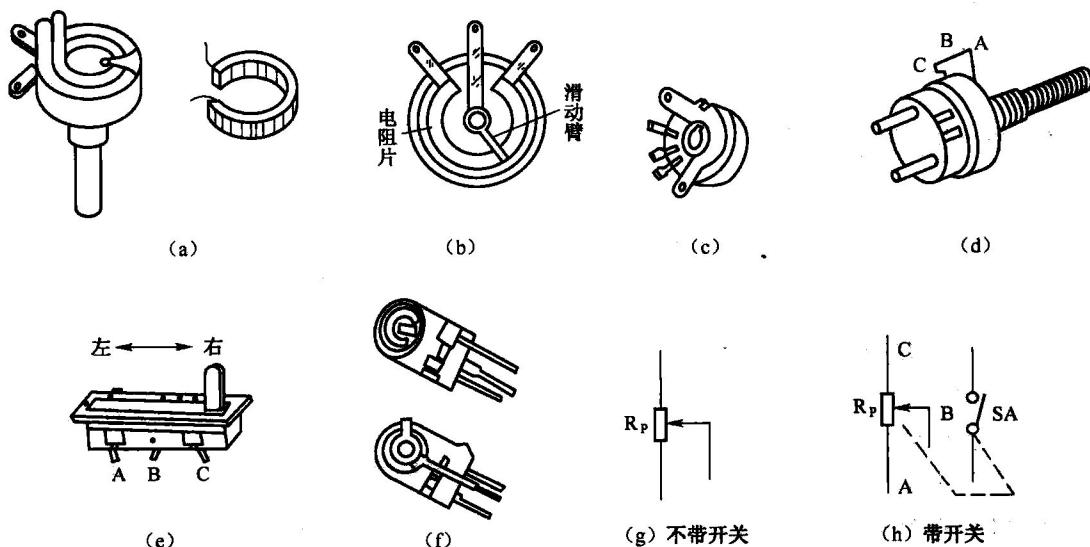

图 1-5 电位器的外形及电路符号
可变电阻又称为电位器，在电路图中不带开关的电路符号如图 1-5 (g) 所示，带开关的电路符号如图 1-5 (h) 所示。图中仍用长方块表示电阻体，两端的短线表示电阻体两端的引出焊片，
可变电阻的外形如图 1-5 (a)~(f) 所示。电位器在电路图中常用字母“RP”（旧标准用“W”）表示。
知道电位器的类型，对于合理选用它很有好处。电位器根据其使用的材料分类，有如图 1-5 (b) 所示的合成碳膜电位器和图 1-5 (a) 所示的线绕电位器。根据其外形的大小可分为如图 1-5 (c)~(f) 所示的大、小和微型电位器。按电阻值变化规律分类，有线性 (X)、指数 (Z) 和对数 (D) 电位器；按结构分类，有如图 1-5 (a)、(c) 和 (d) 所示的旋转电位器和如图 1-5 (e) 所示的直滑式电位器；还有一种如图 1-5 (f) 所示的半可变电位器（即微调电位器）。